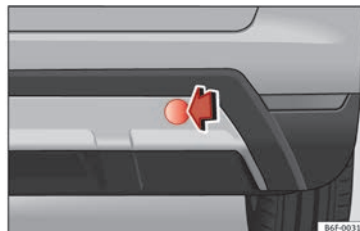

Abb. 107 Hinterer Stoßfänger rechts: Abdeckkappe-Deckel.
- Drücken Sie die Abdeckung zum Herauslösen im rechten Bereich bis diese herausclipst » **Abb. 107**.